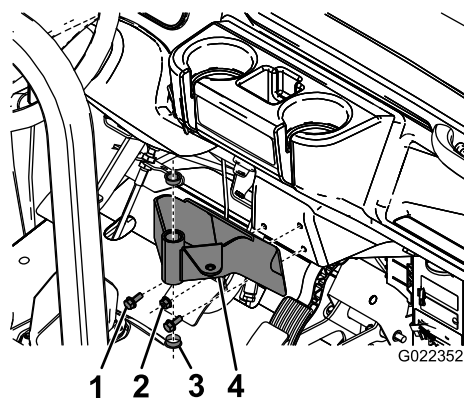

Рисунок 6
2. Вставьте две пластмассовые втулки в монтажный кронштейн (Рисунок 6).
1. Установите монтажный кронштейн консоли на приборную панель автомобиля Workman (или переходную пластину) с помощью 3 болтов и 3 фланцевых гаек, как показано на Рисунок 6.